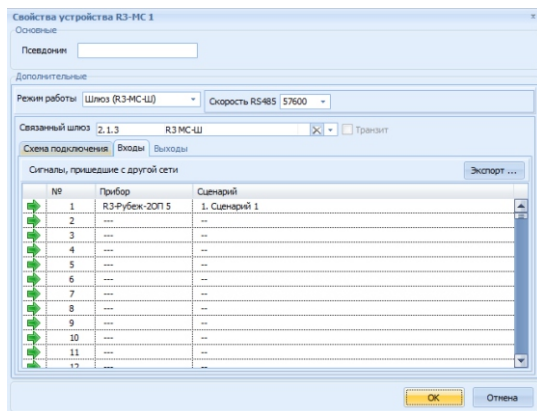

Рисунок 9.3
9.4 Для включения в MC режима R3-MC-III необходимо в системе R3-Link перейти на вкладку «Планы», выделить R3-MC в дереве и открыть контекстное меню «Свойства» (рисунок 9.3). В открывшемся меню выбрать режим работы «шлюз». Если в текущий план внесены и система R3-Link, и система RS-485, то необходимо указать «Связанный шлюз» – R3-MC-III из системы RS-485. В этом случае адрес и скорость шлюза в системе RS-485 заполняются автоматически, а также в обеих системах произойдет связывание вкладок «Входы» и «Выходы» друг с другом (при дальнейших настройках шаги с импортом и экспортом конфигураций сценариев пропускаются).